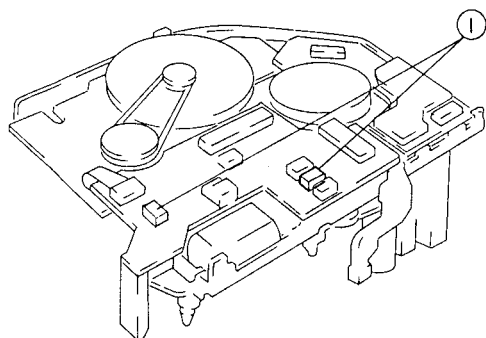

Abb. 2-51
1. Zwei (2) Stecker (CN554, CN558) von der Motortreiber-Leiterplatte abziehen (siehe Abb. 2-51).